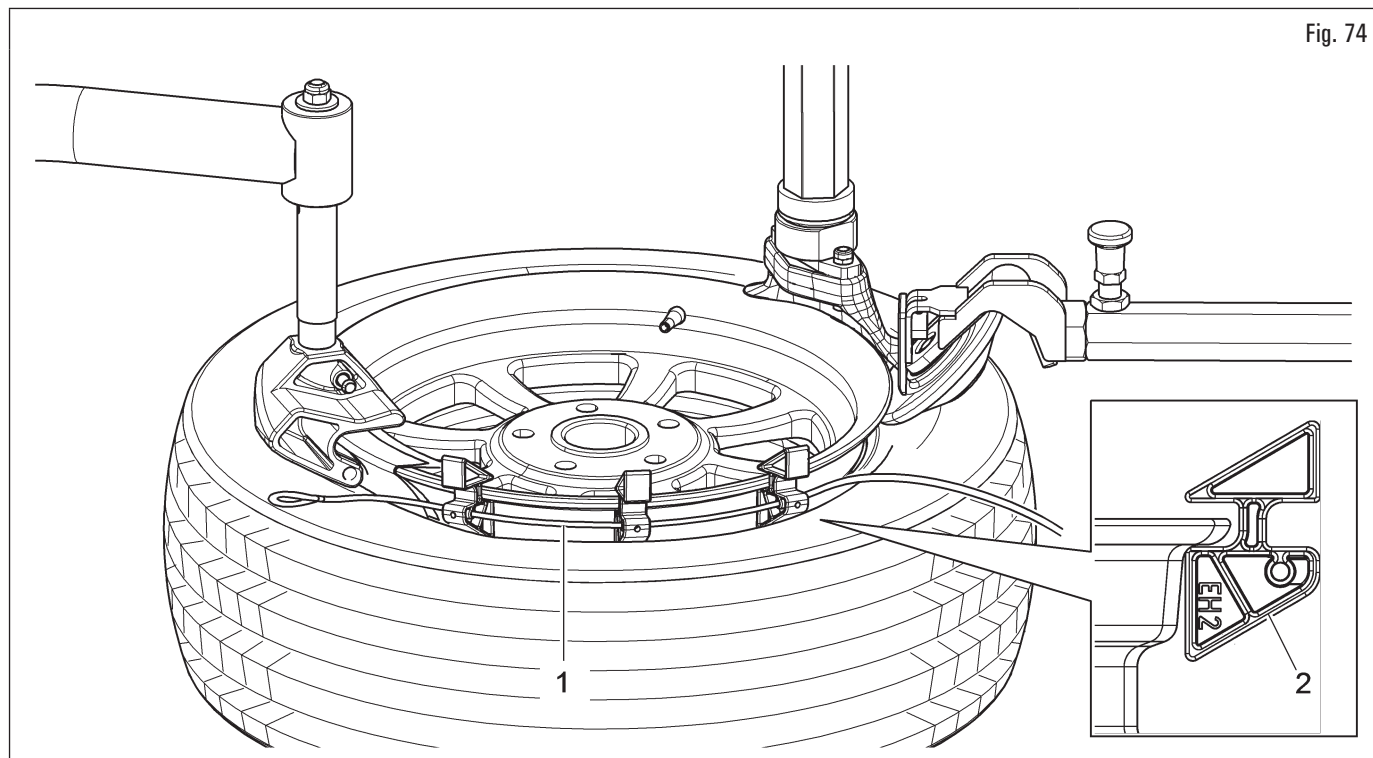

Fig. 74
12. ruotare il mandrino lentamente in senso orario e inserire sul bordo del cerchione i 3 cunei della prolunga premitallone (Fig. 74 rif. 1) fra il rullo inclinato e l'utensile cuneo, a distanza regolare, con il lato marcato "EH2" (Fig. 74 rif. 2) rivolto verso il basso;